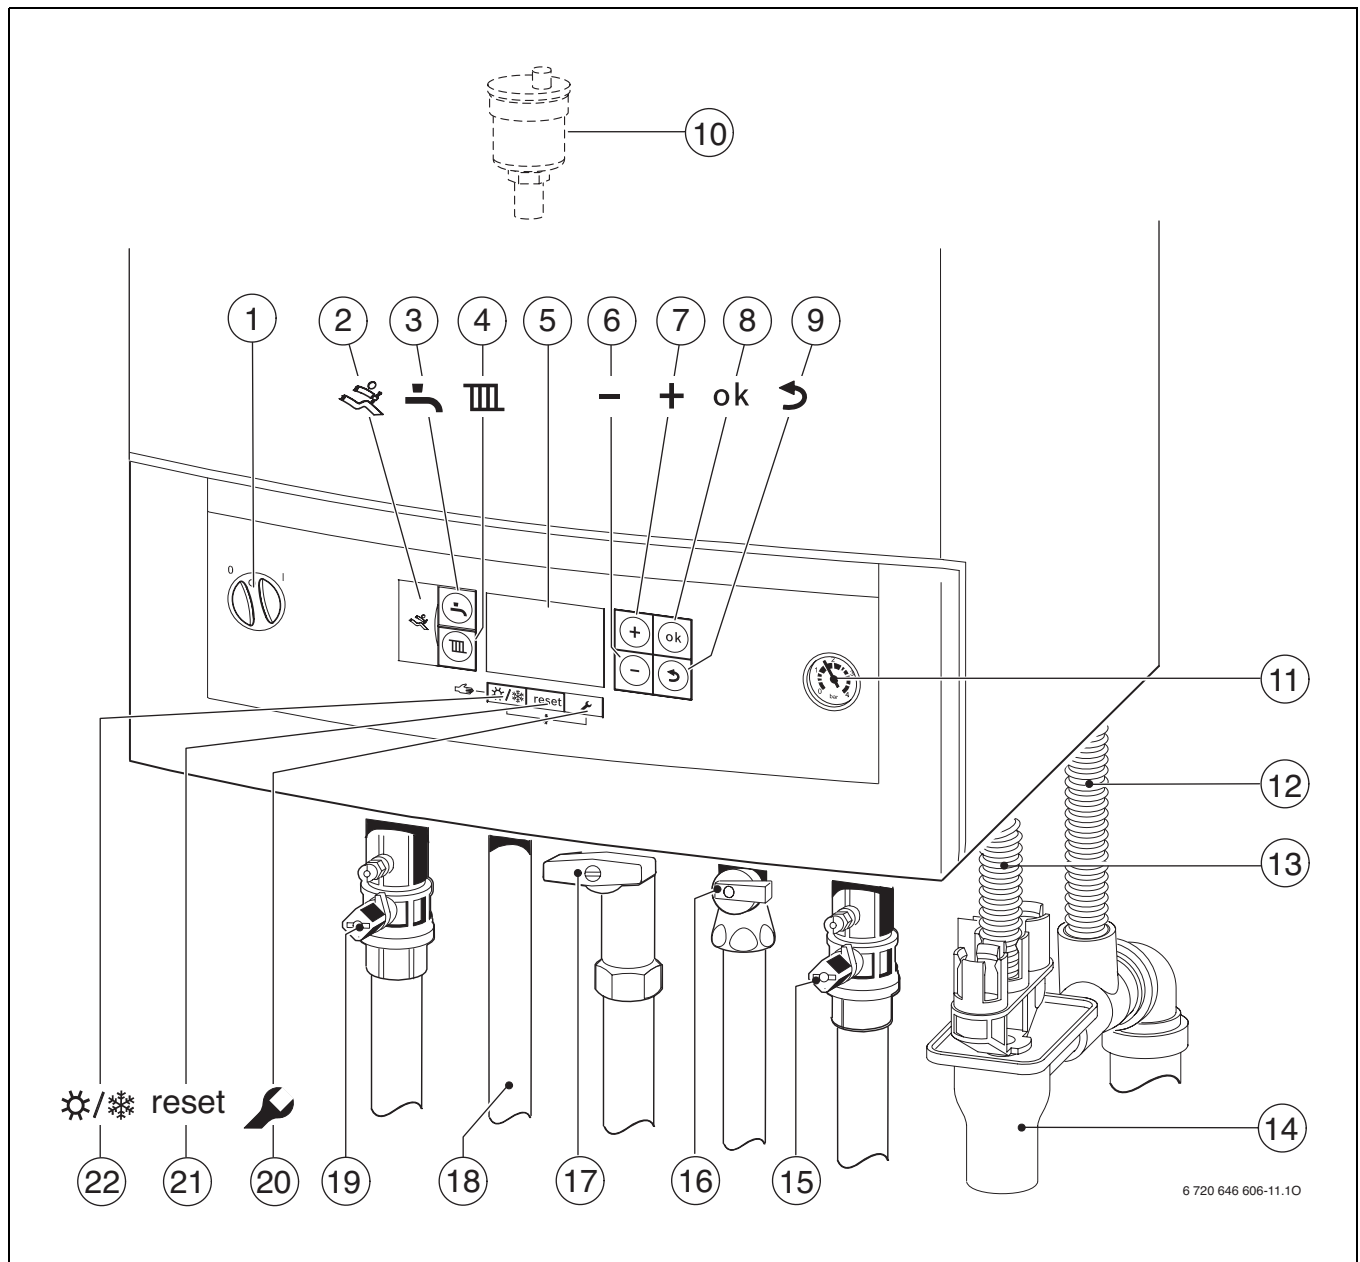

Fig. 20
- ▶ Deschideți robinetul pe turul încălzirii și cel pe returul încălzirii (→ fig. 20, [15] și [19], pagina 30).
- ▶ La GB072-24K: deschideți robinetul pentru apă rece (→ fig. 20, [16]).
- ▶ Deschideți robinetul de gaz (→ fig. 20, [17]).
- ▶ Deschideți aerisitorul automat (lăsați-l deschis) (→ fig. 20, [10], pag. 30).